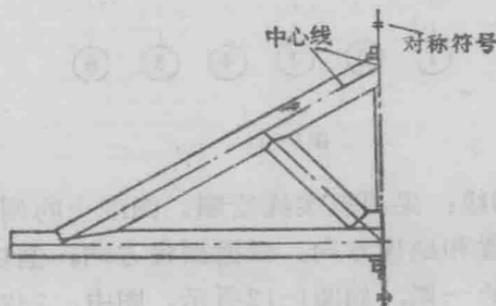

图1-13
(3) 中心线：中心线用细点划线绘制，用以表示建筑物或构件、墙身等的中心位置。图1-13中示出了屋架的中心线。